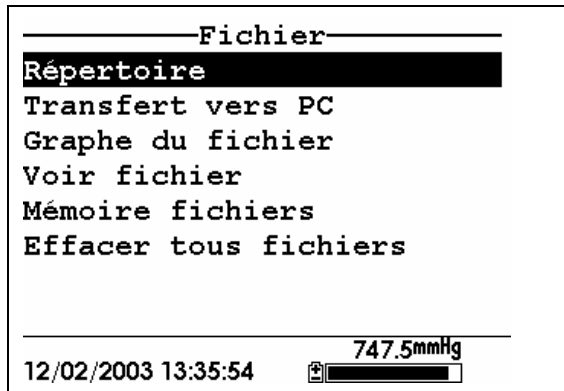

Figure 8.2 Ecran des fichiers
2. Utilisez les touches à flèches pour positionner le curseur sur le choix **Répertoire**. Reportez vous à la Figure 8.2 Ecran des fichiers.
1. Allez vers l'écran des fichiers comme décrit dans la Section 8.1 *Accéder à l'écran des fichiers*. Reportez vous à la Figure 8.2 Ecran des fichiers.
3. Utilisez les touches à flèches pour positionner le curseur sur le choix **Transférer vers un PC**. Reportez vous à la Figure 8.2 Ecran des fichiers.
3. Utilisez les touches à flèches pour positionner le curseur sur le choix **Transfert vers un PC**. Reportez vous à la Figure 8.2 *Ecran des fichiers*.
2. Utilisez les touches à flèches pour positionner le curseur sur le choix **Mémoire des fichiers**. Reportez vous à la Figure 8.2 Ecran des fichiers.
- Utilisez les touches à flèches pour positionner le curseur sur le choix **Effacer tous les fichiers**. Reportez vous à la Figure 8.2 *Ecran des fichiers*.